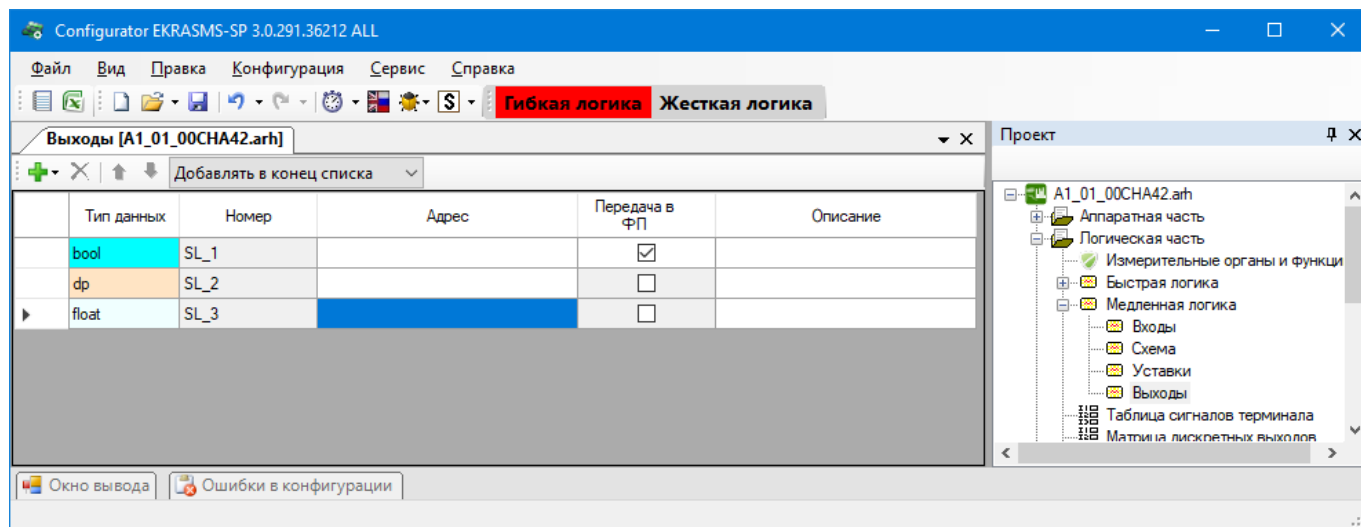

Рисунок 4.107
4.6.3.4.1 Пункт меню «дерева» проекта **Логическая часть** → **Медленная логика** → **Выходы** предназначен для создания выходов медленной логики (см. рисунок 4.107).